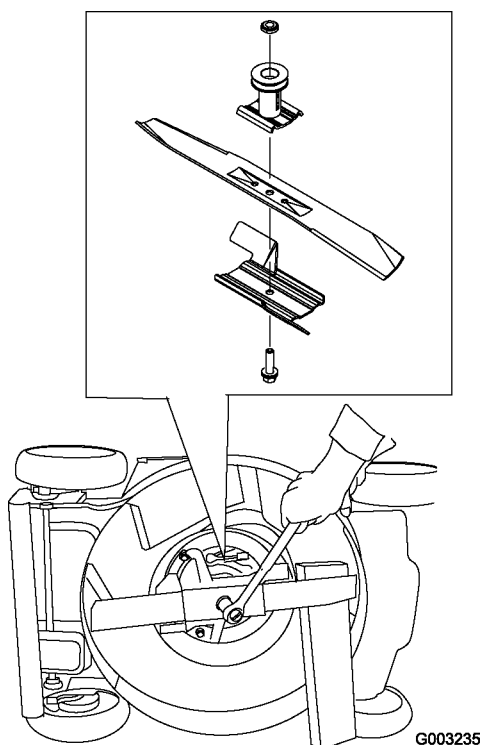

Рисунок 42
3. Используйте деревянную подкладку для неподвижного удерживания ножа (Рисунок 42).
4. Снимите нож, сохранив все крепежные детали (Рисунок 42).